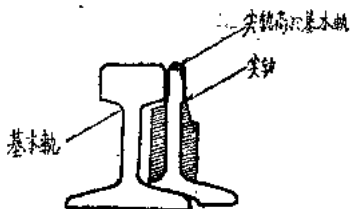

图 18
1. 看一看尖軌是否高于基本軌。如尖軌高于基本軌时，說明基本軌已經磨耗过甚（見图18）。